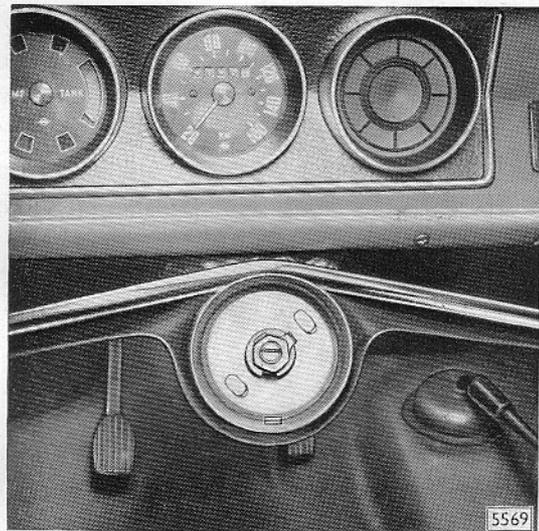

Bild B 11 - Lenkradnabe ohne Signalhornbetätigungsteile
1. Die Signalhornbetätigung wird über einen Druckknopf im Signalschalthebel vorgenommen, so daß die bisherige Anordnung der Signalhornbetätigungsteile in der Lenkradnabe entfällt (Bild B 11).